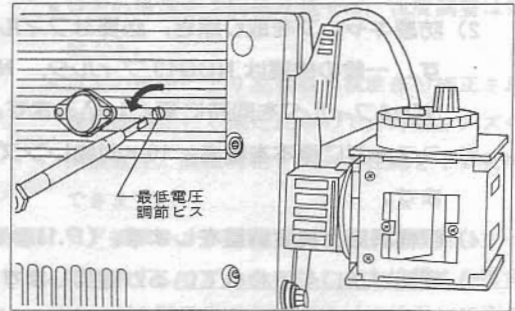

図10
- 2) 鏡基底部の最低電圧調節ビスを図10のようにドライバで反時計方向いっぱい回します。